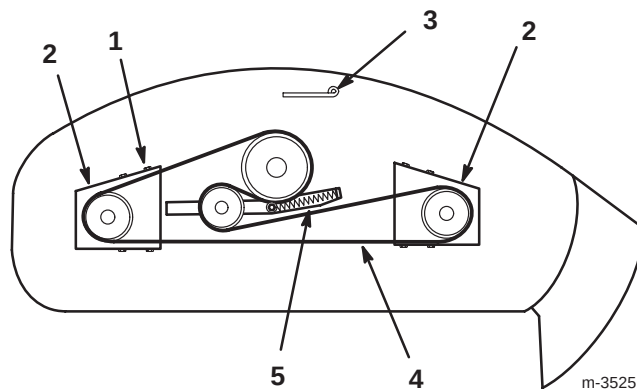

Figure 35
2. Retirez les vis de fixation des cache-poulie et déposez les cache-poulie (Fig. 35).
3. Décrochez le ressort (Fig. 35).
4. Retirez la courroie des poulies (Fig. 35).
2. Accrochez le ressort (Fig. 35).
3. Posez les cache-poulie gauche et droit à l'aide de leurs vis de fixation (Fig. 35).